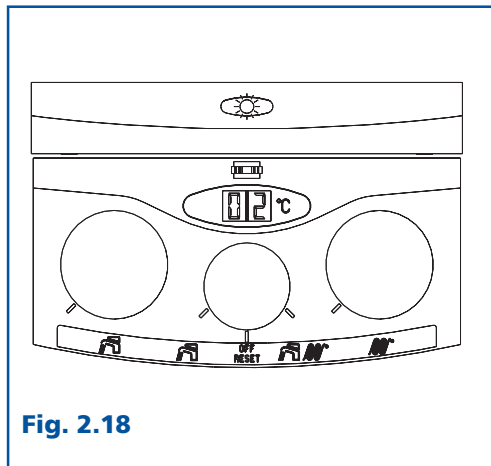

Fig. 2.18
2.14 Termostato limite (Fig. 2.18)